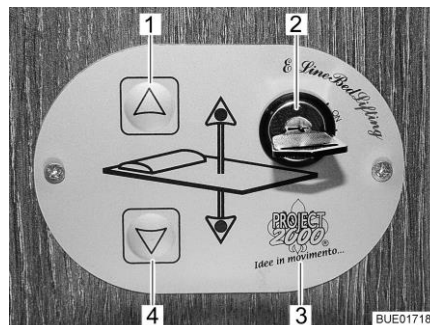

Bild 95 Bedienteil
Mit den Tasten (Bild 95,1 und 4) auf dem Bedienteil (Bild 95,3) wird das Hubbett abgesenkt oder angehoben. Mit dem Schlüsselschalter (Bild 95,2) wird das Bedienteil gegen unbefugte Benutzung gesichert.
- Schlüssel im Schlüsselschalter (Bild 95,2) um 90° im Uhrzeigersinn auf Stellung "On" drehen. Das Bedienteil (Bild 95,3) ist aktiviert.
- Pfeiltaste (Bild 95,4) drücken und so lange gedrückt halten, bis das Hubbett in die gewünschte Position nach unten gefahren ist.
- Pfeiltaste (Bild 95,1) drücken und so lange gedrückt halten, bis das Hubbett in die Endstellung nach oben gefahren ist.